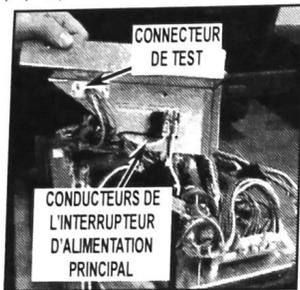

FIGURE 13
**REMARQUE :** Après dépose des vis, la platine de l'interrupteur reste solidaire du module HT d'origine par les deux conducteurs de l'interrupteur d'alimentation principal (et éventuellement le connecteur de test de fin de ligne en fonction du modèle). Voir Figure 13.